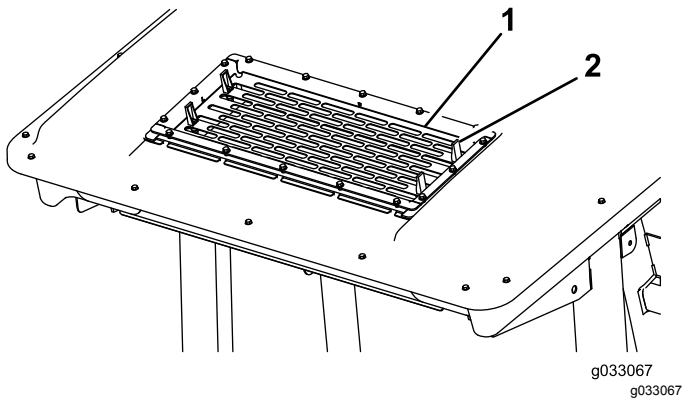

图53
2. 提起空调滤网 图53上的 4 个凸耳然后将滤网从驾驶室顶部取出。